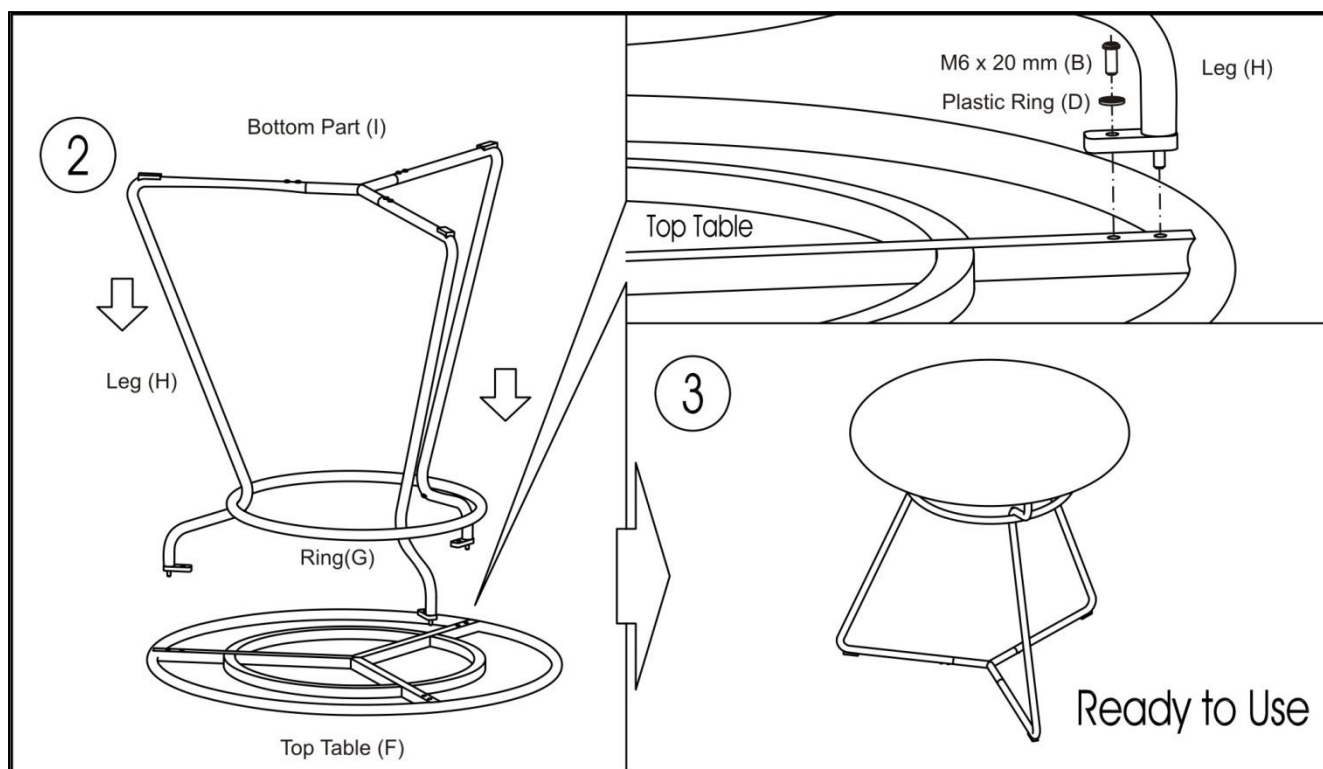

Figure 2 / Figura 2
2. Lay the Top Table (F) upside down and attach the Leg (H), use Bolts (B) with Plastic Rings (D) to secure the connection and then lightly tighten with Allen Key (E) as shown on figure 2. When all components are in place, **fully tighten all bolts**. Assembly is complete.
2. Placer le plateau de table (F) à l'envers et fixer le pied (H), utiliser les boulons (B) et les bagues en plastique (D) pour bien fixer le raccordement et serrer légèrement à l'aide de la clé hexagonale (E) comme illustré dans la figure 2. Lorsque tous les composants sont en place, **serrer complètement tous les boulons**. L'assemblage est terminé.